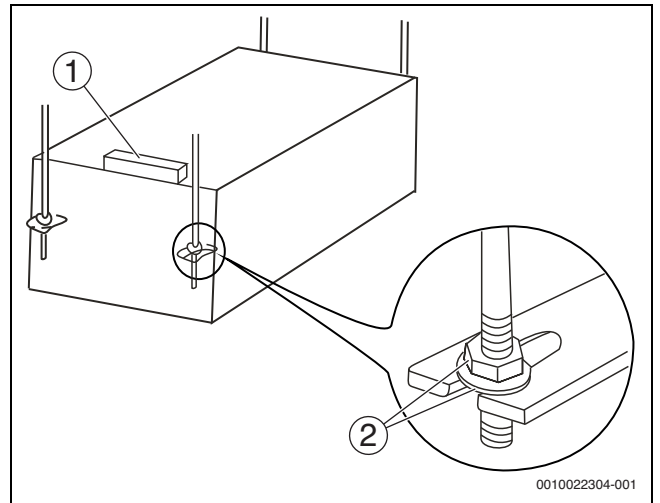

Рис. 11
3. Используйте уровень, чтобы расположить корпус блока горизонтально (→ рис. 11). (Запрещается наклонять блок в сторону от сливной системы. Следует наклонить его в сторону слива воды.)